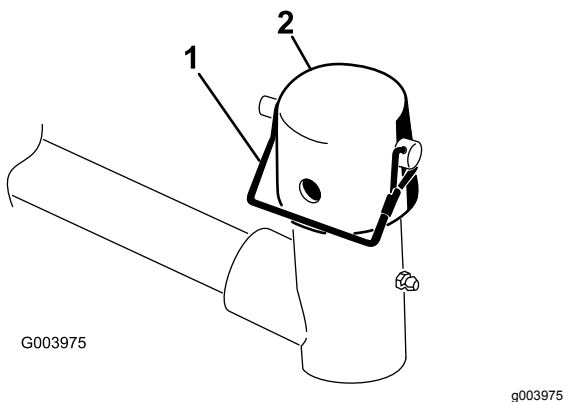

Figura 10
7. Retire el pasador de seguridad y el tapón de la horquilla de pivote del brazo de elevación (Figura 10).
11. Sujete el tapón y el eje del bastidor de tiro a la horquilla del brazo de elevación con el pasador de alambre (Figura 10).